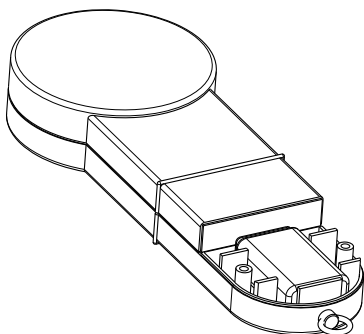

Рис. 4-8. Установка новой батареи.
- Установить новую батарею в батарейный отсек (Рис. 4-8), закрыть крышкой и прикрутить два винта крепления.